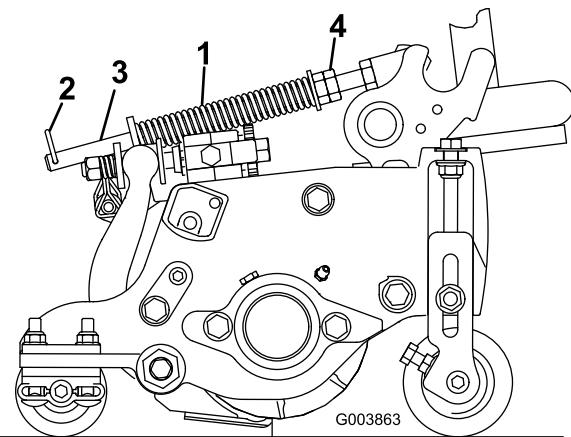

Figura 15
2. Aperte as porcas sextavadas na extremidade dianteira da haste da mola até que o comprimento comprimido da mola seja 12,7 cm nas unidades de corte Reelmaster 5410, de 12,7 cm ou 15,9 cm nas unidades de corte de Reelmaster 5510 e 5610 de 17,8 cm (Figura 15).
A mola de compensação de relva (Figura 15) transfere peso do cilindro dianteiro para o cilindro traseiro. (Isto ajuda a reduzir o efeito ondulado na relva, também conhecido como ondulação ou “bobbing”.)
1. Certifique-se de que o contrapino do gancho está instalado no orifício traseiro na haste da mola (Figura 15).